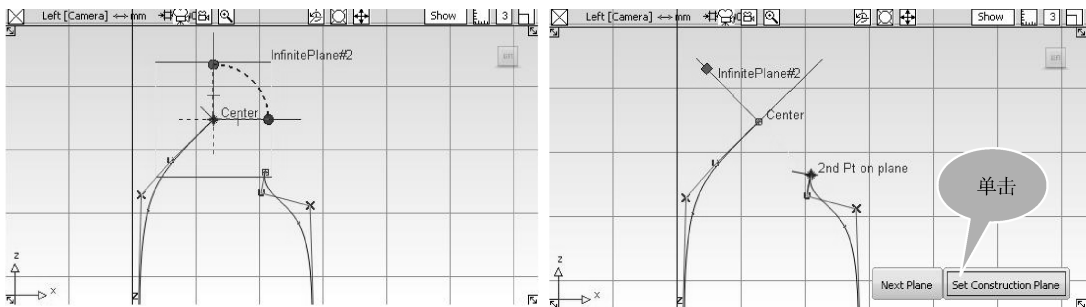

图 4-86 创建参考平面
- 10 通过【ViewCube】工具，将透视图切换到【Left】正交视窗中，按住键盘上的【Ctrl】键，按住鼠标左键拖动，捕捉到第一条曲线的端点，释放鼠标。继续按住键盘上的【Ctrl】键，捕捉到第二条曲线的端点，释放鼠标和键盘。单击【Left】正交视窗右下方的【Set Construction Plane】按钮，将参考平面设置为构建平面，如图 4-86 所示。